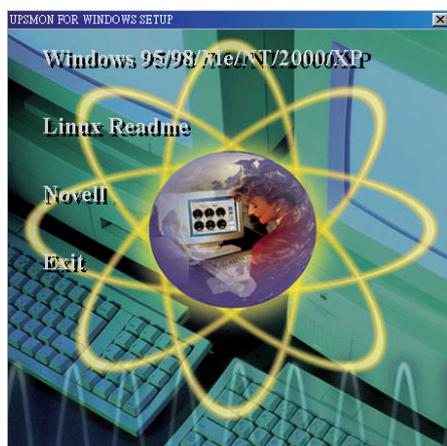

Bild 5.1
1. Legen Sie die UPSMON CD in das CD-ROM Laufwerk. Das Installationsprogramm startet automatisch und das Installationsmenü erscheint (Bild 5.1). Bitte wählen Sie das Betriebssystem für Ihren Computer und klicken Sie es an. (zum Beispiel: Wenn Ihr Betriebssystem Windows 98 ist, klicken Sie **Windows 98/ Me/ 2000/NT/ XP**.